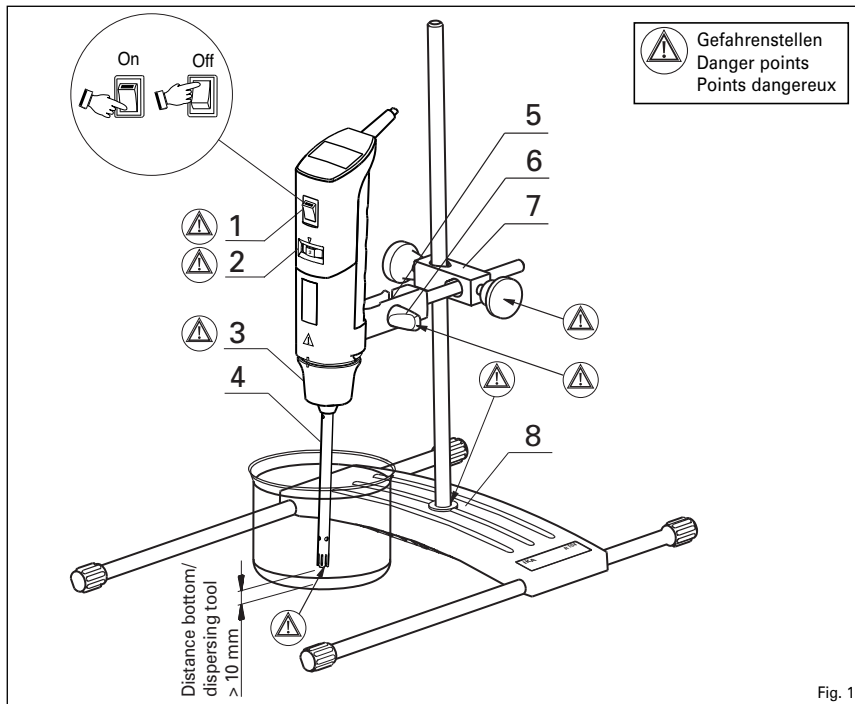
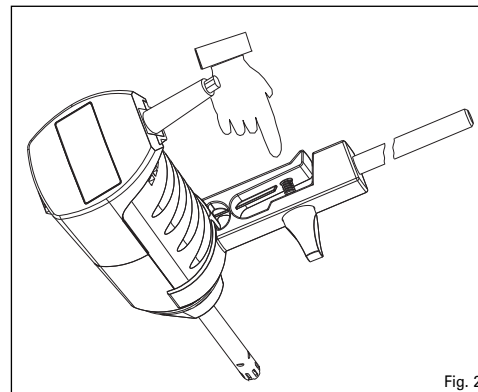

Fig. 1
Fig. 2
VORSICHT! Betreiben Sie das Gerät niemals mit frei rotierendem Dispergierwerkzeug. Achten Sie darauf, dass Körperteile, Haare oder Kleidungsstücke nicht von rotierenden Teilen erfasst werden können. Achten Sie vor dem Einschalten des Dispergiergerätes darauf, dass der Dispergierschaft ausreichend tief in das Medium eintaucht, um ein mögliches Spritzen des Mediums zu vermeiden (siehe Betriebsanleitung Dispergierwerkzeug). Beachten Sie jedoch, dass ein Mindestabstand des Dispergierwerkzeuges zum Boden des Rührgefäßes einzuhalten ist (Fig. 1).
Halten Sie den Mindestabstand von 10 mm zwischen Dispergierwerkzeug und Gefäßboden ein (Fig. 1).
Übersicht (Fig. 1 und Fig. 2)
- Klemme (5) wie in Fig. 1 dargestellt über das Dispergiergerät schieben, bis es in der dafür vorgesehenen Stellung hörbar einrastet.
- Anziehen des Drehgriffes (6) von Hand bis zum Anschlag.
- Anschrauben der Klemme (5) (Fig. 1) mittels Kreuzmuffe am Stativ.